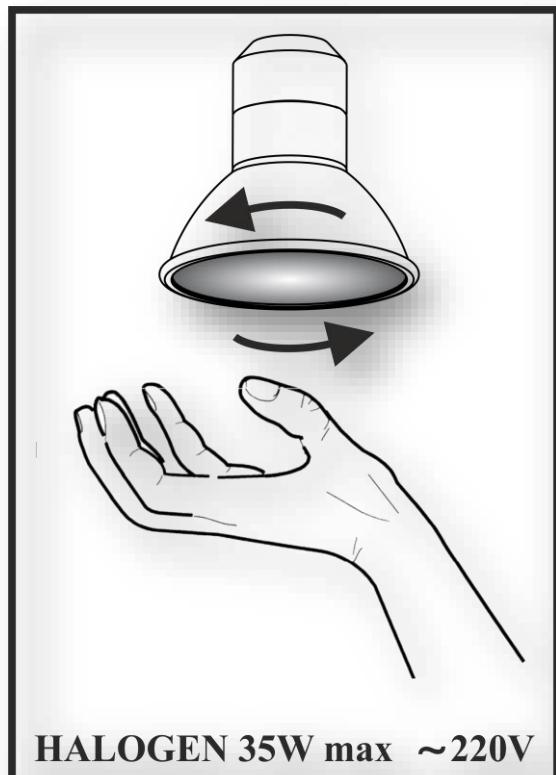

Рис.7
7.12 На вытяжке установлении **HALOGEN** лампы подсветки рабочей зоны плиты. Перед началом замены ламп освещения необходимо отключить вытяжку от электросети, дать возможность охладить лампам. Для замены лампы необходимо снять алюминиевый фильтр, отжать держатель патрона так, чтобы лампа вышла из корпуса вытяжки и повернуть ее против часовой стрелки (**рис.7**). Вместо нее необходимо установить новую с теми же характеристиками и установить фильтр.